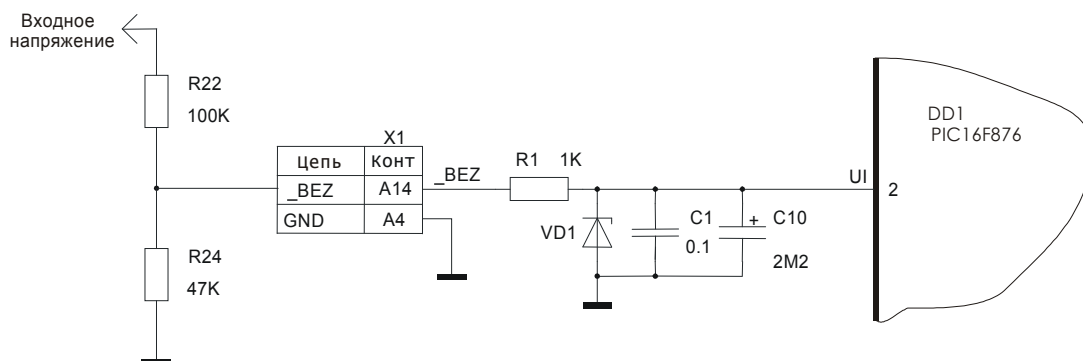

Рисунок 46. Измерение напряжения на катушке РКД
Напряжение на катушке РКД используется для работы встроенного устройства безопасности лифта (рисунок 46). Напряжение катушки РКД уменьшается входным делителем R22, R24 (установлены на коммутационной панели БДК-Л), далее напряжение подается на вход платы лифтового контроллера через контакты A14 разъема X1. Далее напряжение поступает на вход встроенного аналого-цифрового преобразователя UI (2) микропроцессора DD1 через ограничительный резистор R1, защитный стабилитрон VD1 и защитный конденсатор C1. Резистор R1 и конденсатор C10 образуют фильтр низких частот, компенсирующий отсутствие конденсаторов в схеме шкафа управления лифта (там используется трехфазный выпрямитель). По полученному цифровому коду микропроцессор рассчитывает количество резисторов 30 кОм в цепи РКД.